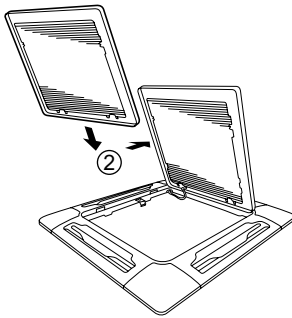

Abb. 9-20
- c) Bei geöffnetem Lufteinlassgitter das Gitterscharnier von der Deckenverkleidung abnehmen, indem es in Pfeilrichtung ② geschoben wird. (Abb. 9-20)